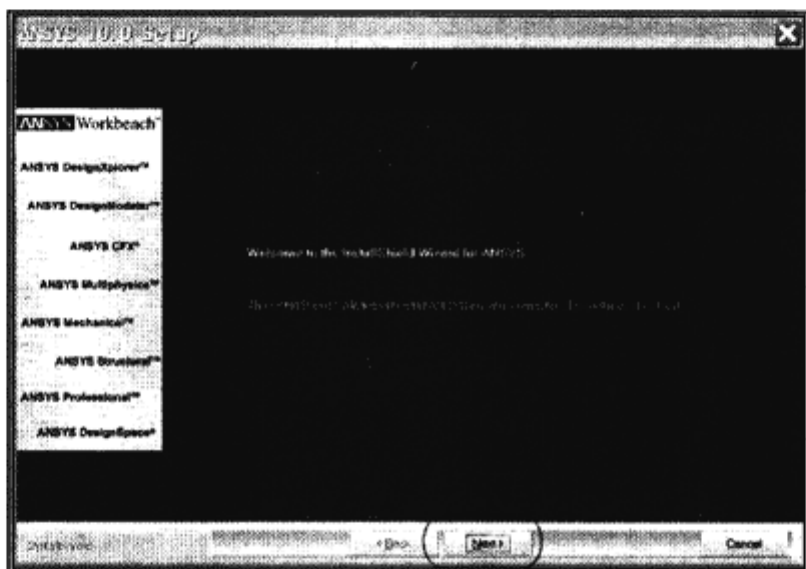

图 1-2 ANSYS 安装欢迎界面
- ②开始运行 ANSYS 安装程序，出现 ANSYS 安装欢迎界面如图 1-2 的所示，选择 Next 按钮进行下一步安装。